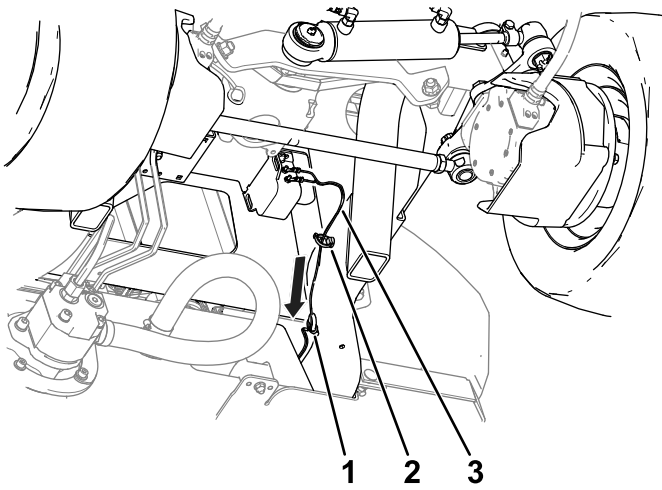

Bild 4
4. Verwenden Sie einen Kabelbinder und eine Druckbefestigung, um den Kabelbaum am Rahmen der Maschine zu befestigen (Bild 4).